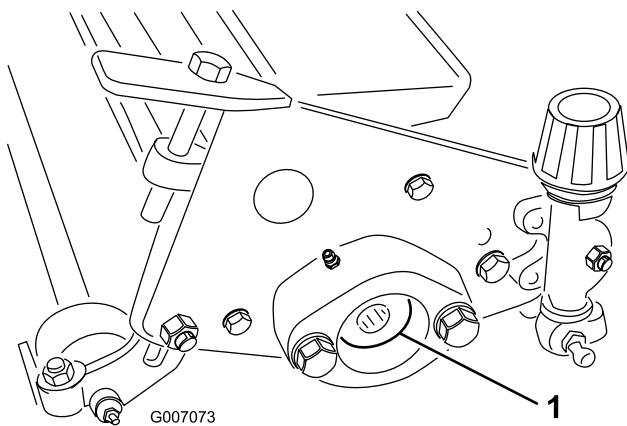

Bild 12
3. Nehmen Sie die zwei (2) Kopfschrauben und Sicherungsscheiben ab, mit denen die Spindellagergehäuse an jedem Ende des Vertikutiergeräts befestigt sind (Bild 12).